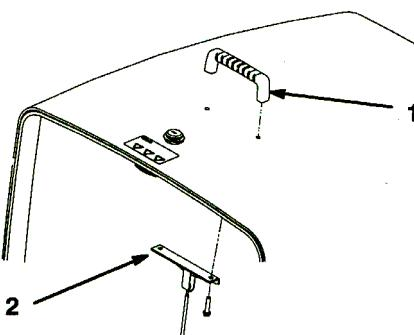

図4
- 同じネジで、取っ手をフード・ケーブル・ブラケットと共にフードに取り付ける（図4）